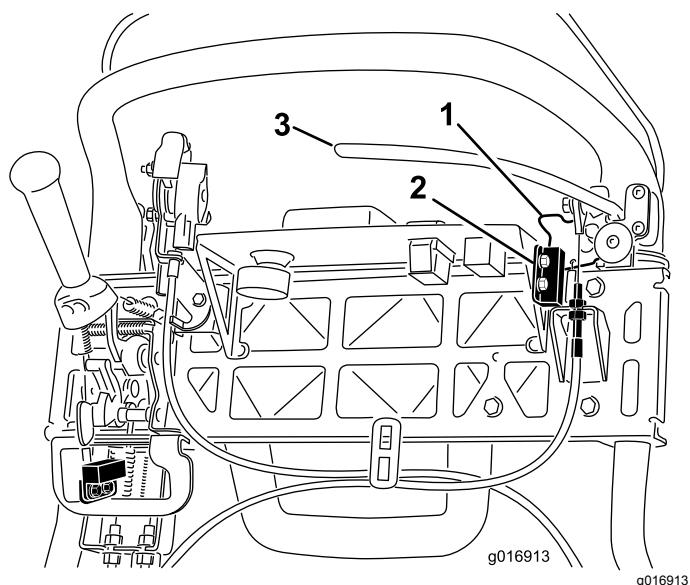

Figura 45
- Allentate e rimuovete i dispositivi di fissaggio del microinterruttore di sicurezza (Figura 45).
- Inserite uno spessore di 1,6 mm fra il fermo del freno di stazionamento ed il microinterruttore (Figura 45).
4. Per aumentare la tensione del cavo, allentate il controdado del cavo superiore e serrate il controdado del cavo inferiore (Figura 45) finché non occorre applicare una forza di 156 N sulla stegola della leva del freno per rilasciare il fermo del freno di stazionamento.